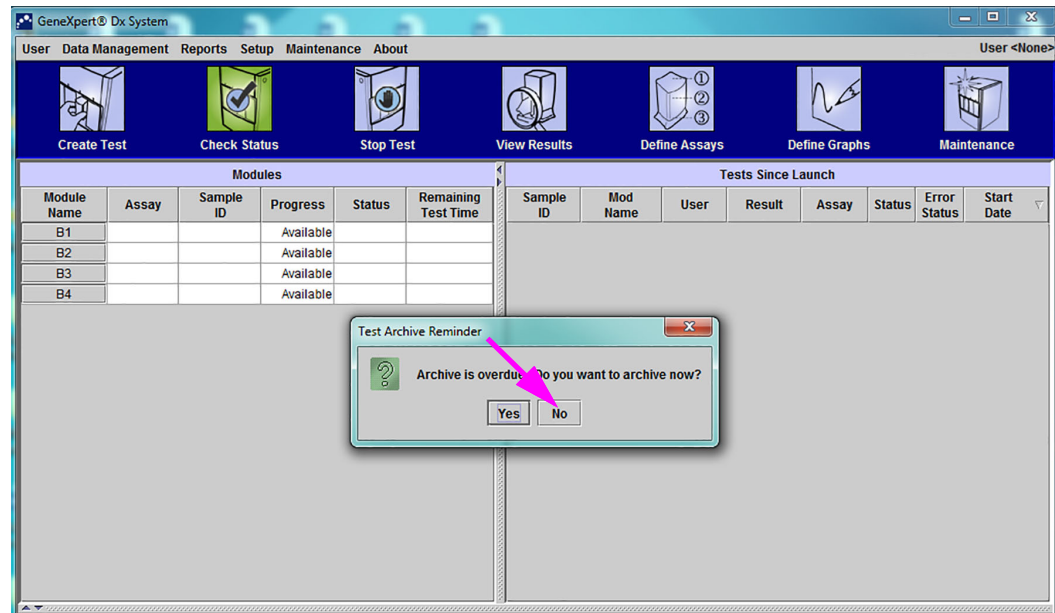
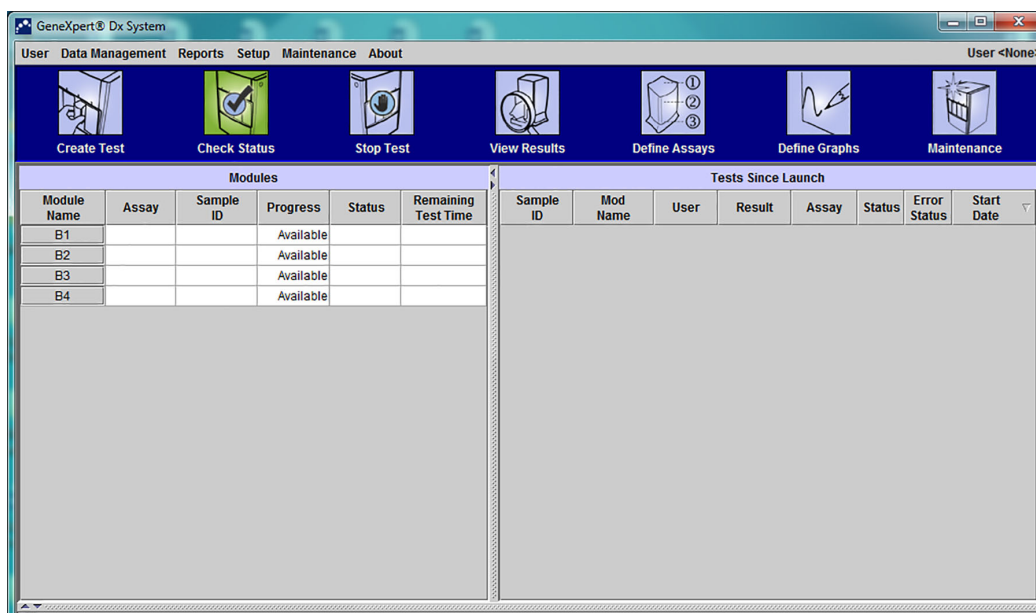

Figura 2-54. Fereastra sistemului GeneXpert Dx cu caseta de dialog Memento arhivare test suprapusă
Figura 2-55. Fereastra sistemului GeneXpert Dx
2. În caseta de dialog Gestionare bază de date (Database Management) faceți clic pe **NU (NO)** pentru a continua.
3. În caseta Memento arhivare test (Test Archive Reminder), faceți clic pe **NU (NO)** pentru a continua (consultați Figura 2-54). Apare ecranul sistemului GeneXpert Dx (consultați Figura 2-55).
Înainte de a începe utilizarea software-ului sistemului GeneXpert Dx trebuie să se definească administratorul sistemului GeneXpert Dx și alți utilizatori ai sistemului. Toate funcțiile de administrator pot fi accesate din meniul Configurare (Setup) din fereastra sistemului GeneXpert Dx. Consultați Figura 2-54.